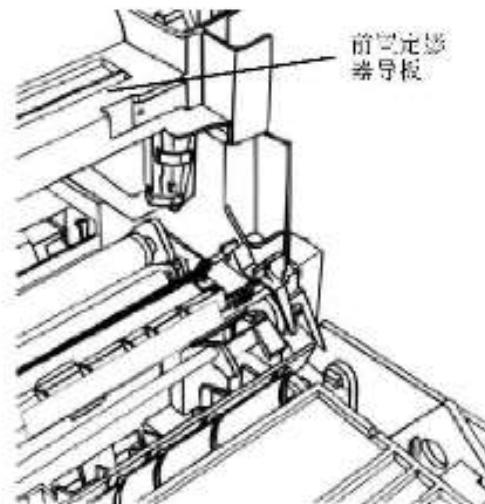

图1 前部定影器导板
- 清洁抛光的金属前置定影器导板(图1)。该导板在定影器组件的下面。检查该导板是否光滑且无毛刺。小的缺口或毛刺可能在纸张撞到它并跳过缺口或毛刺时造成局部图像损坏。如发现缺口或毛刺，尝试用细砂布平滑它。